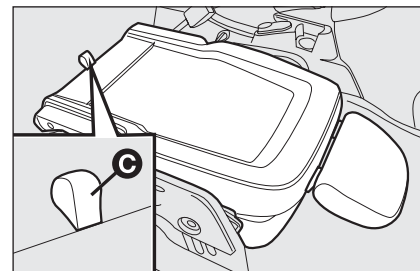

fig. 23
- ☐ tirar la lengüeta **C**-fig. 23 y empujar nuevamente el respaldo hacia abajo: el asiento queda totalmente replegado.